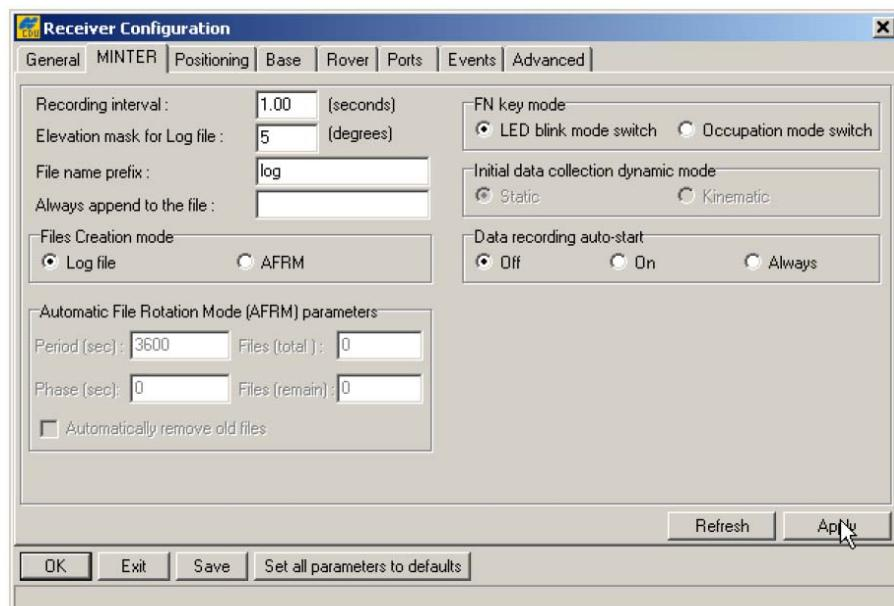

Рисунок 3-18. Вкладка MINTER диалогового окна Connection Parameters (Параметры интерфейсов)
5. Выберите пункт меню **Configuration > Receiver (Настройка > Приемник)**, затем вкладку **MINTER**, установите перечисленные ниже значения параметров настроек и щелкните на кнопке *Apply* (см. рис. 3-18). Описание этих параметров приводится на указанных страницах: